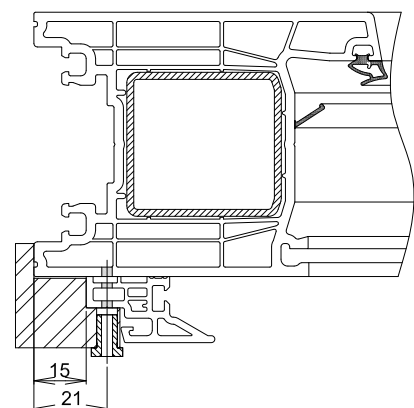

Abb. 1
- Mittelverschluss **76657** mit 32,5 mm Versatz von Oberkante Flügel positionieren. Mit Hilfe der Montagelehre (Abb. 1) **T054** vertikal ausrichten, und mit $\varnothing 3$ mm vorbohren. Bohrungen zum Profilende max. 20 mm, dann im Abstand von 200 mm.